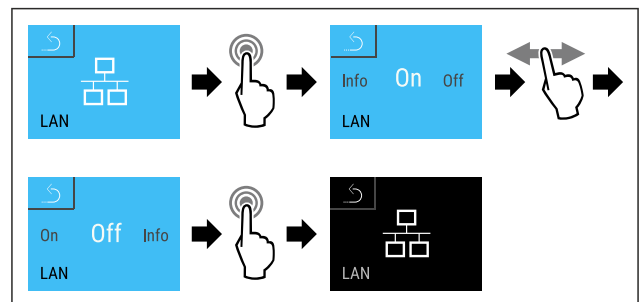

Fig. 128
- ▶ Seguir los pasos de procedimiento (consulte Fig. 128) .